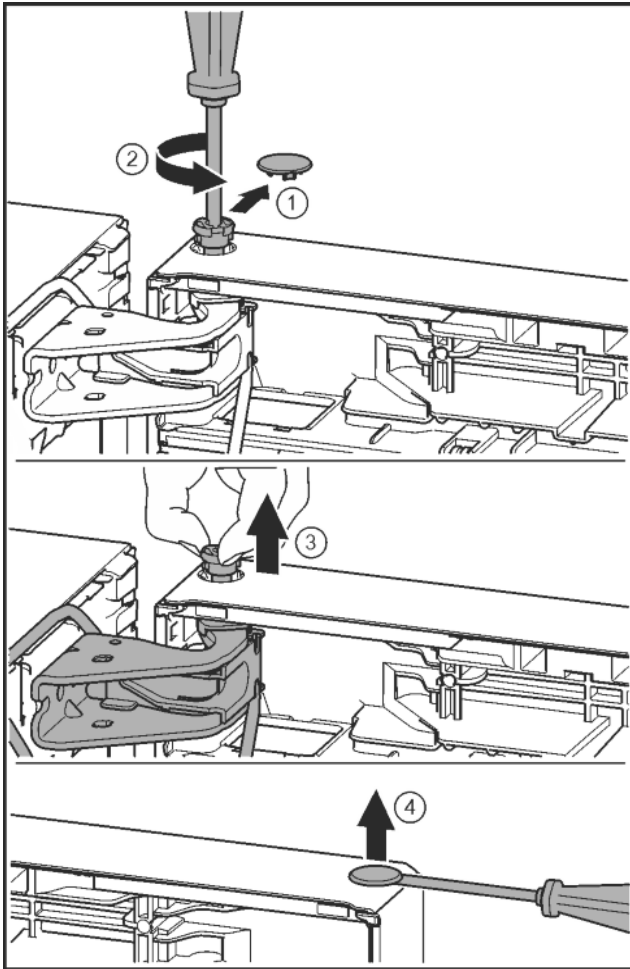

Fig. 22
- ▶ Sicherungsabdeckung vorsichtig abziehen. Fig. 22 (1)
- ▶ Bolzen mit Schraubendreher T15 ein Stück herausdrehen. Fig. 22 (2)
- ▶ Tür festhalten und Bolzen mit den Fingern herausziehen. Fig. 22 (3)
- ▶ Stopfen aus der Türlagerbuchse vorsichtig mit einem Schlitzschraubendreher anheben und herausziehen. Fig. 22 (4)